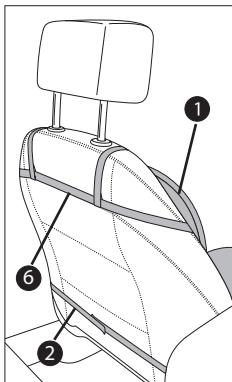

Abb. 1
- ◆ Befestigen Sie die Sitzauflage 1 sorgfältig mit den Befestigungsgurten 2 (siehe Abb. 1).